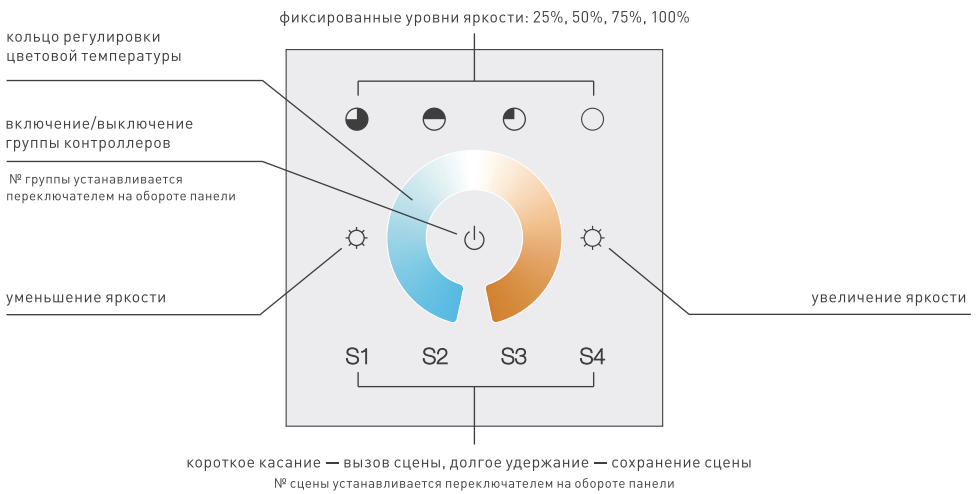

Рисунок 4. Назначение сенсорных кнопок.
- 3.11. Проверьте управление с панели (рисунок 4).